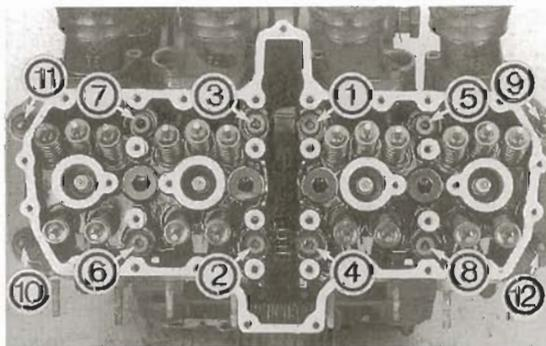

Bild 111
- Zylinderkopfmuttern entgegen der in Bild 111 angegebenen Reihenfolge schrittweise jeweils um 1/4 Umdrehung lockern, dann ganz ausdrehen. Unterlegscheiben abnehmen.
- Zylinderkopf aufsetzen und in der in Bild 111 angegebenen Reihenfolge in zwei Schritten anziehen. Anzugsmoment des letzten Durchgangs 37 Nm.